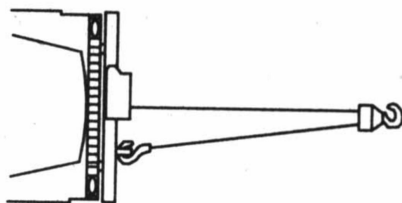

Figure 15
1. Double ligne avec un moufle (voir Fig.15) pour réduire la charge sur le treuil, le câble métallique et la batterie. Le double revêtement réduira également la vitesse de la ligne du treuil. Assurez-vous que tout l'équipement utilisé répond à la capacité de traction maximale du treuil. En cas de double doublure, les poulies doivent être évaluées à au moins deux fois la capacité de traction du câble du treuil.